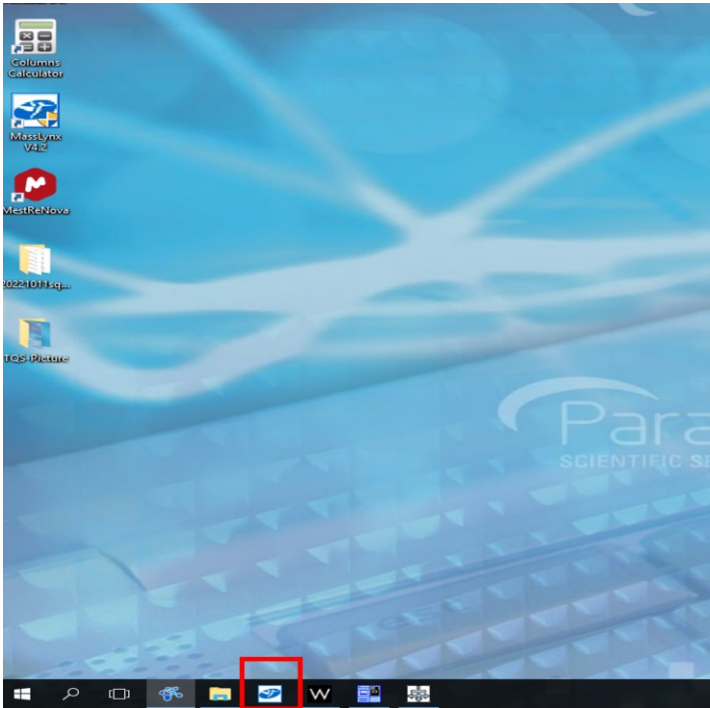
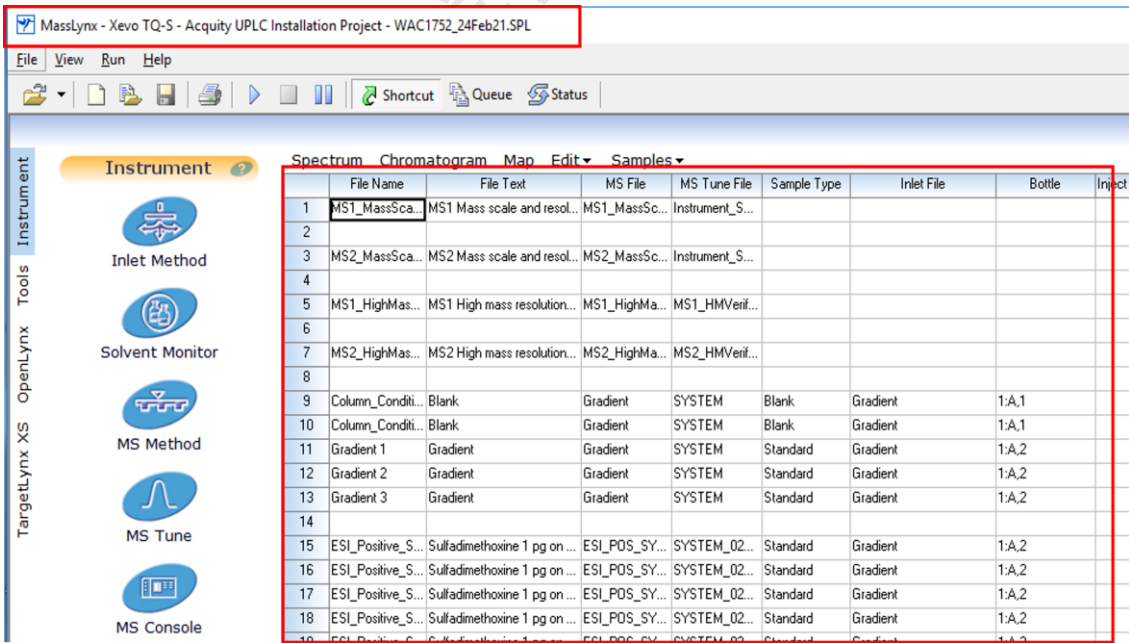

图 6-4
图6-5
**Step 1.** 点击仪器任务栏最小化的Masslynx图标（图6-4），默认显示为上一次仪器实验的测试序列(图6-5)。